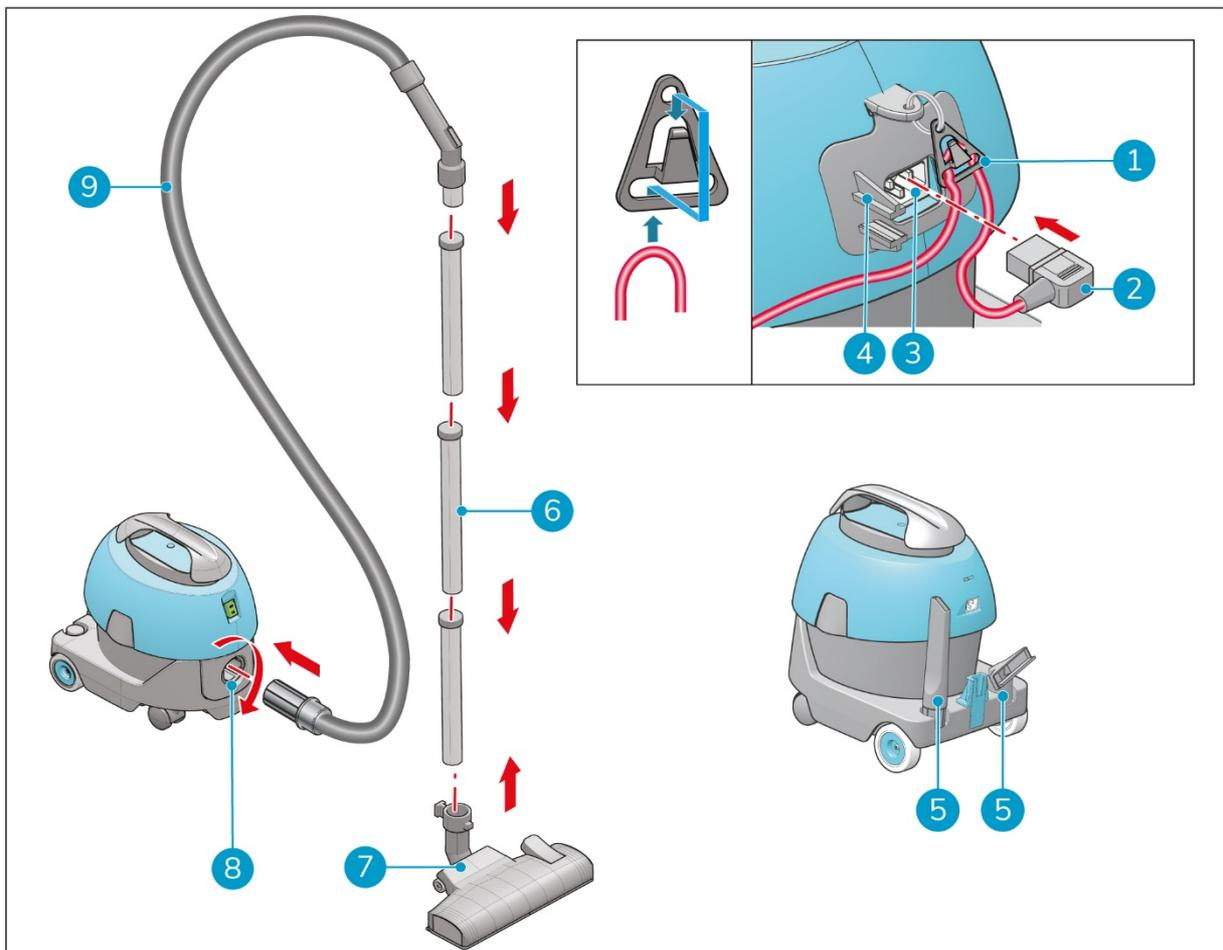

Abbildung 7
1. Führen Sie das Netzkabel mit einer Reserve von ca. 10 – 12 cm durch die Zuentlastung (Abbildung 7, Pos. 1).
2. Stecken Sie den Netzkabelstecker (Abbildung 7, Pos. 2) in die Buchse (Abbildung 7, Pos. 3).
3. Platzieren Sie den Netzkabelstecker in der Klemme (Abbildung 7, Pos. 4).
4. Führen Sie den Schlauch (Abbildung 7, Pos. 9) in den Schlauchanschluss (Abbildung 7, Pos. 8).
6. Stecken Sie den Schlauch in das Saugrohr (Abbildung 7, Pos. 6).
7. Bringen Sie die gewünschte Düse (Abbildung 7, Pos. 7) am schmalen Saugrohrende an.
8. Platzieren Sie die nicht verwendeten Düsen in den Halterungen (Abbildung 7, Pos. 5).